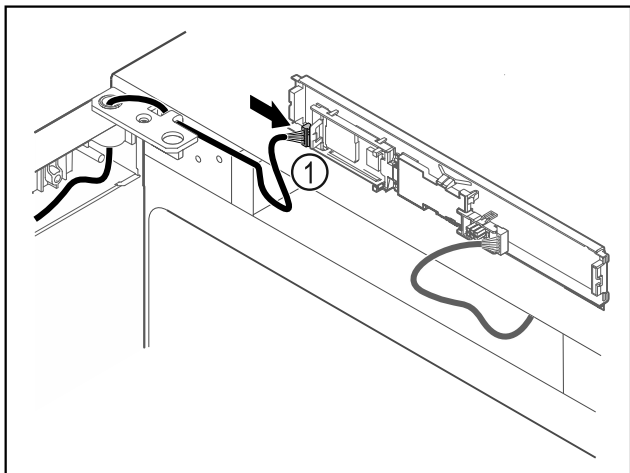

Fig. 59
- ▶ Подключите штекер Fig. 59 (1) к панели.